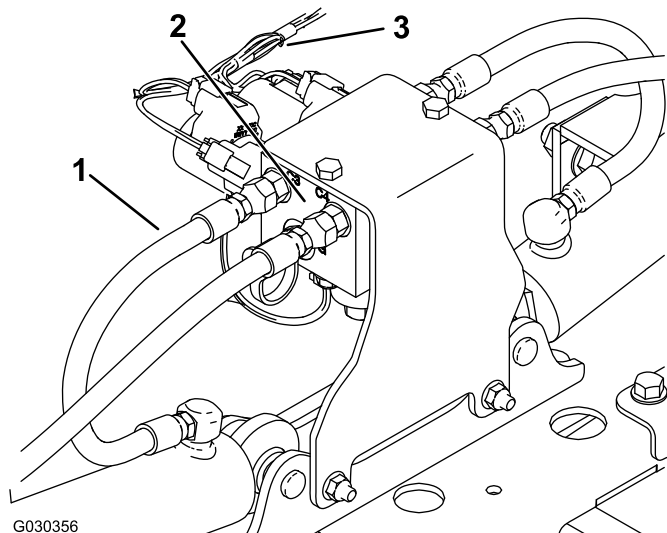

Figura 1
1. Scollegate il cablaggio preassemblato dal blocco collettore idraulico (Figura 1).
2. Etichettate i flessibili collegati al blocco collettore idraulico e staccateli dal blocco (Figura 1).